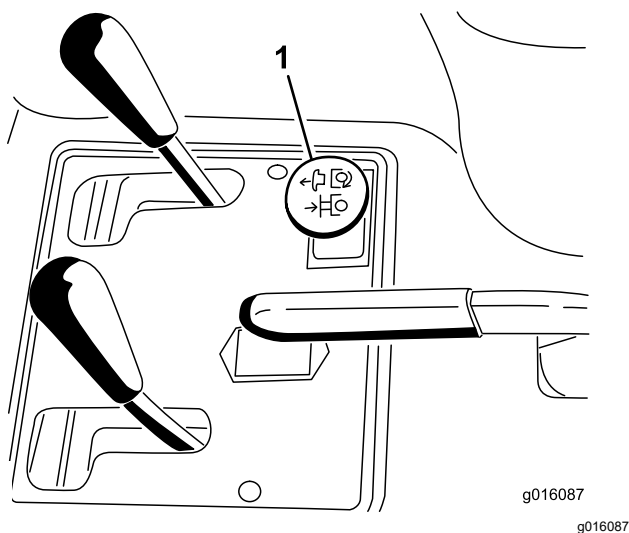

Рисунок 12
3. Включите отвал, нажав вверх ручку управления выносной гидравликой (Рисунок 12).
- Выключите отвал, нажав вниз ручку управления выносной гидравликой (Рисунок 12).